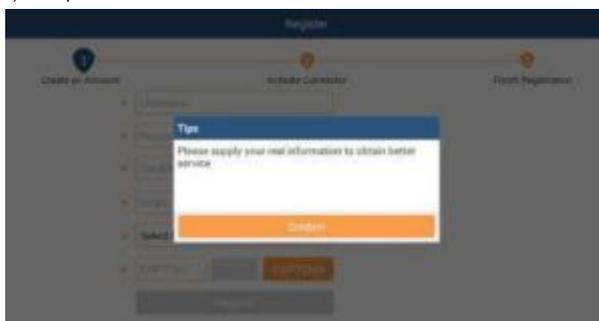

Рис. 4-3
1. Если вы являетесь новым пользователем, нажмите «New Registration) (новая регистрация). См. рис. 4-3.
На рис. 4-3 заполните каждое поле формы (пункты с * должны быть обязательно заполнены). После ввода данных нажмите «Register» (зарегистрировать), отображается следующее окно: